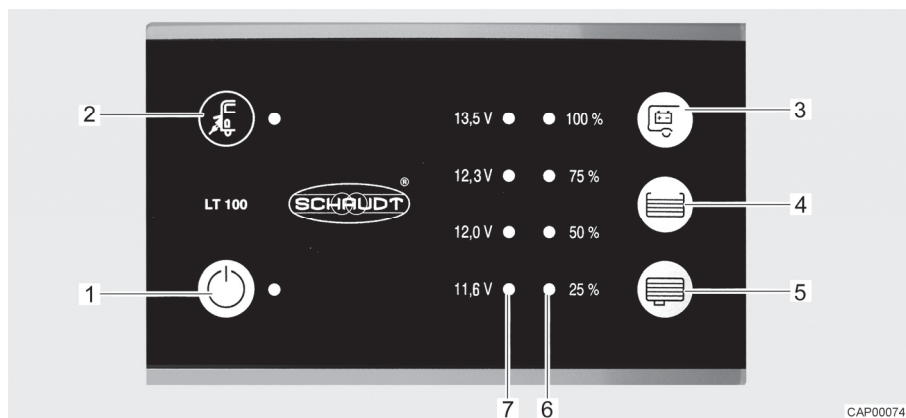

Fig. 50 Panneau de contrôle (LT 100)
La DEL jaune près du symbole de raccordement électrique "⚡" (Fig. 50,2) est allumée quand le véhicule est raccordé à une tension réseau externe. La DEL reste allumée quand le panneau de contrôle est éteint.
L'interrupteur principal 12 V (Fig. 50,1) établit ou coupe le panneau de contrôle et l'alimentation 12 V de la cellule.
- Appuyer sur l'interrupteur "⏻" (Fig. 50,1) : L'alimentation 12 V de la cellule est assurée. La DEL s'allume en vert.
- Appuyer de nouveau sur l'interrupteur "⏻" (Fig. 50,1) : L'alimentation 12 V de la cellule est coupée. La DEL s'éteint.
L'échelle DEL (Fig. 50,7) indique la tension de la batterie de cellule comme suit :
- Appuyer sur la touche "  " (Fig. 50,3) : La tension de la batterie de cellule est affichée.
L'échelle DEL (Fig. 50,6) indique le niveau de remplissage du réservoir d'eau fraîche ou de celui d'eaux usées.
Appuyer sur la touche "☰" (Fig. 50,4) : Le niveau de remplissage du réservoir d'eau fraîche est indiqué par les DEL allumées.
Appuyer sur la touche "☷" (Fig. 50,5) : Le niveau de remplissage du réservoir d'eaux usées est indiqué par les DEL allumées.